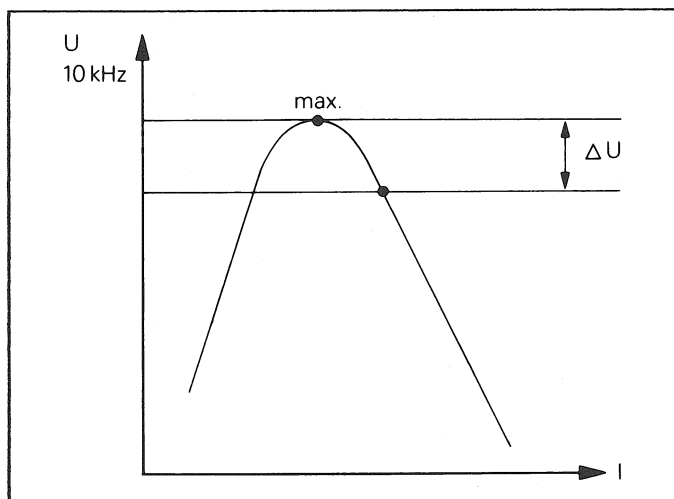

Fig. 12
- Vorsichtig im Uhrzeigersinn weiterdrehen, bis die Spannungsdifferenz (ΔU) gemäss Fig. 12 erreicht ist.
- Gerät auf STOP und Oszilloskop mit Masse an Messpunkt 39 des Extender Boards und am PREAMPLIFIER BOARD an Pin 5 IC103 (CH1) bzw. Pin 5 IC203 (CH2) anschliessen (Fig. 12).
- Mit L102 (CH1) bzw. L202 (CH2) auf minimale HF am Oszilloskop einstellen (Fig. 12).